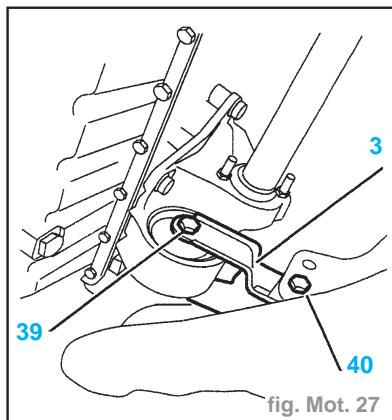

fig. Mot. 27
- Reposer la biellette anticouple (3) (fig. Mot. 27).
- la vis (39) à **5 daN.m**
- la vis (40) à **3,5 daN.m**